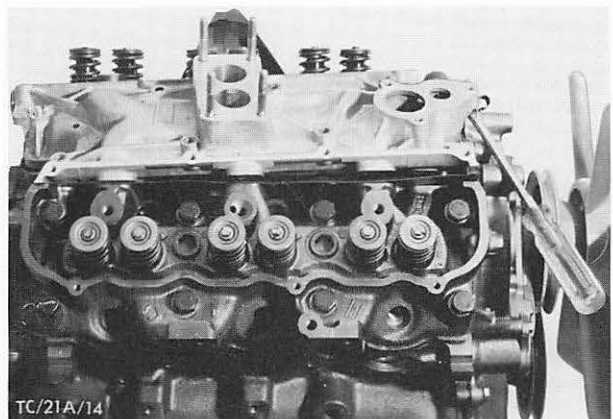

Abb. 133 Ansaugkopf mit einem Hebel lösen
10. Stößelstangen entfernen und Ansaugkopf (6 Schrauben, 2 Muttern) mit Bypass-Schlauch abschrauben. Falls erforderlich, Ansaugkopf mit einem Hebel von der Dichtung lösen, Abb. 133, nicht mit dem Schraubenzieher zwischen die Dichtflächen gehen.